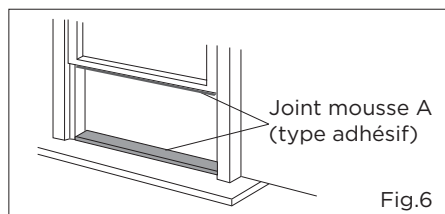

Fig.6
1. Coupez les joints mousse (type adhésif) aux longueurs appropriées et fixez-les à la fenêtre et le rebord.(Fig.6)